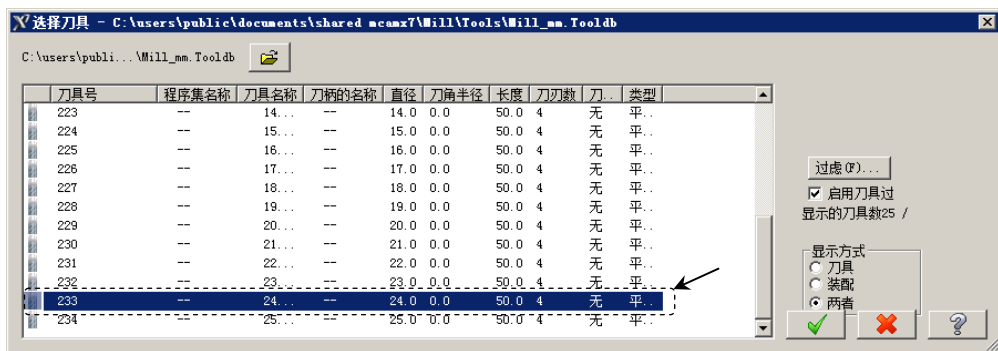

图 3.7 “选择刀具”对话框
(3) 单击 按钮，完成加工区域的设置，同时系统弹出“曲面粗加工挖槽”对话框。
Step5. 选择刀具。在“曲面粗加工挖槽”对话框中单击 按钮，系统弹出“选择刀具”对话框，在该对话框的列表框中选取图 3.7 所示的刀具。单击 按钮，关闭“选择刀具”对话框，系统返回至“曲面粗加工挖槽”对话框。